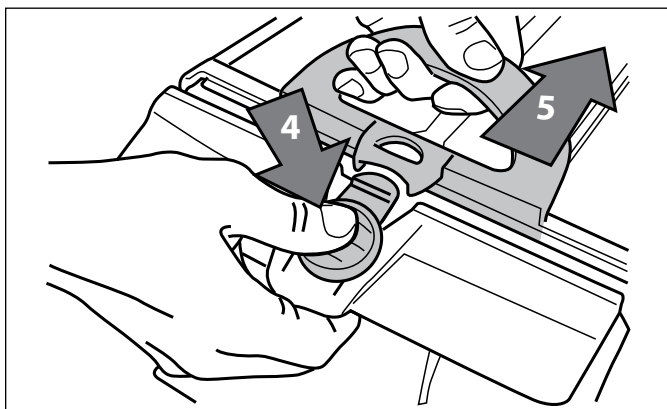

Figure 26. Ouvrir la cartouche du filtre
- Appuyer sur le bouton de déverrouillage rapide de l'assemblage du sac métallique (4) et retirer l'ensemble filtre pour l'ouvrir (5), tel qu'illustré dans la Figure 26.